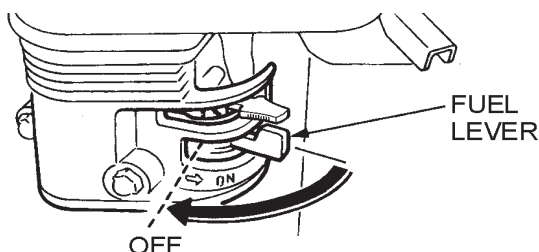

Figura 32. Palanca de la valvula de combustible (posición de apagado)
3. Coloque la palanca de la valvula de combustible (Figura 32) a la posición de **APAGADO**.